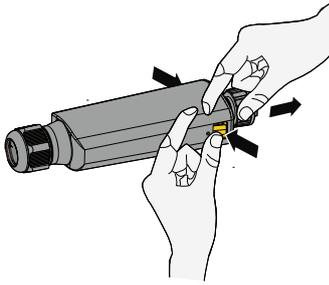

Abb. 45. Entriegelungsflaschen an Kommunikationseinheit eindrücken
1. Öffnen Sie die Kommunikationseinheit durch Eindrücken der beiden Entriegelungslaschen am Gehäuse (Abb. 45).